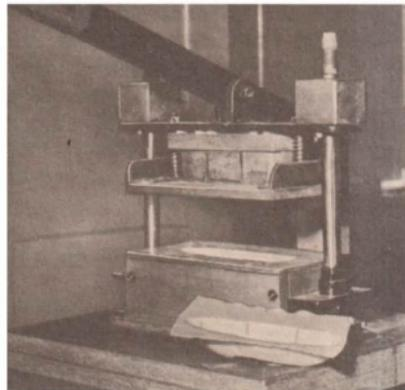

Bild 55 Werkzeug zum Tiefziehen
33. Vergleiche die Presse auf dem Foto im Bild 55 mit der stark vereinfachten Darstellung im Bild 56! Was fällt dir auf?